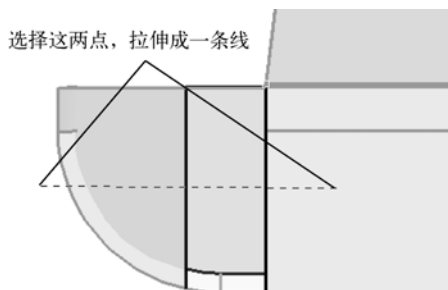

图 5-9 分割实体 2
(8) 使用 with cut line 工具按图 5-9 所示分割实体。